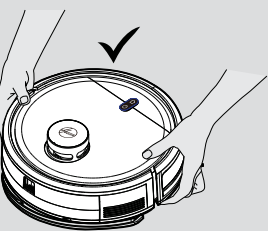

Fig. 22
**IMPORTANTE:** Prima della manutenzione, assicurarsi che l'apparecchio sia spento. Usare sempre due mani per sollevare e trasportare il Robot assicurandosi di tenerlo in posizione orizzontale. [Fig. 22]